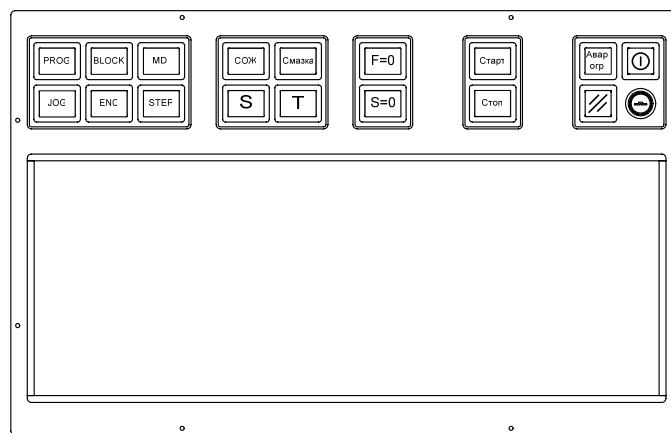

Рисунок 3. Основной блок управления
- основной блок управления (рис. 3);